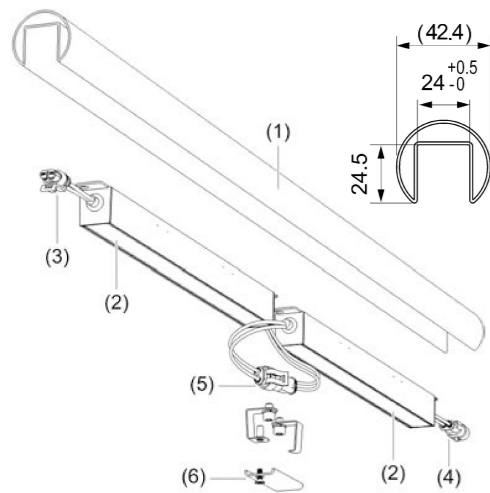

Bild 1
- i Auf richtige Nutmaße achten (Bild 1)